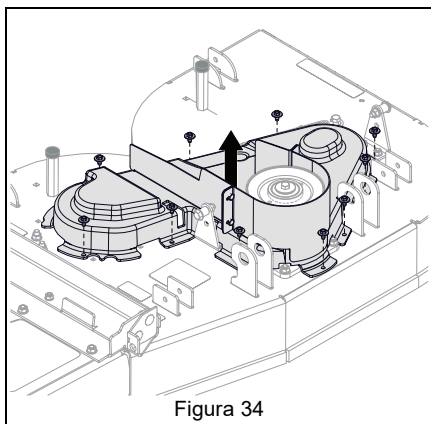

Figura 34
4. Rimuovere le dieci viti autofilettanti e sollevare il paracinghia dall'apparato di taglio. Vedere Figura 34.